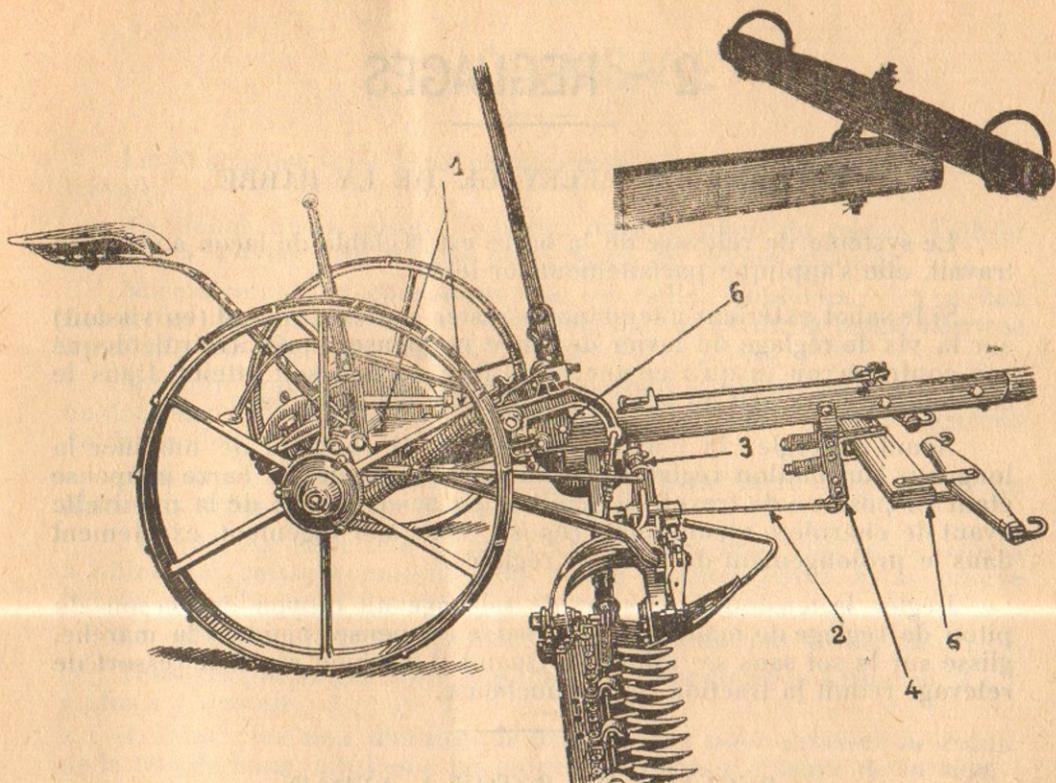

Fig. 6
**d) Attelage à 2 chevaux pour Faucheuses D. 1 b et D. 2 b (Fig. 6) :**